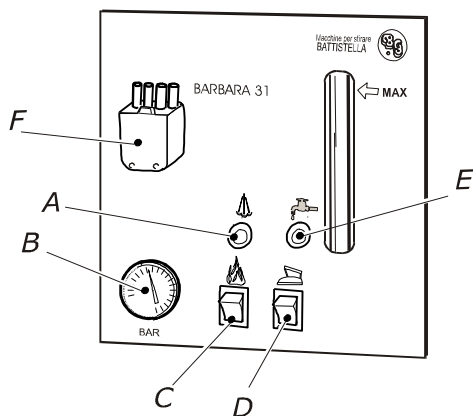
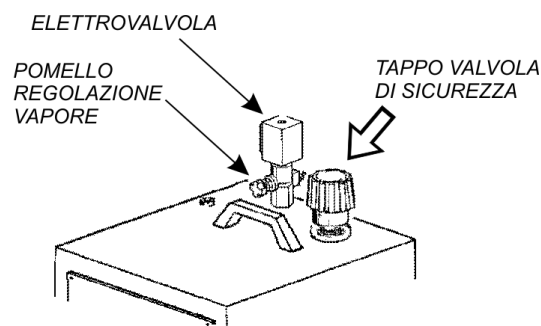
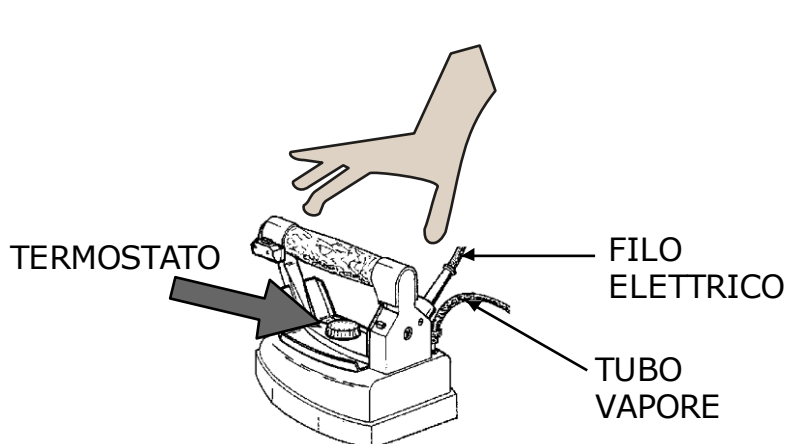
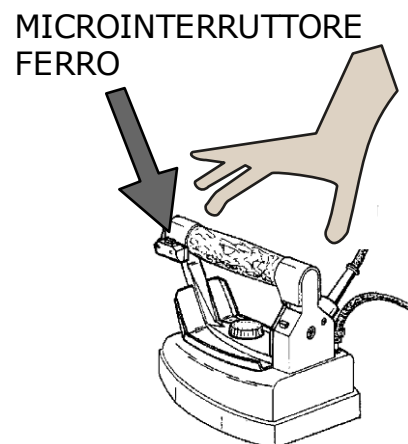

Fig. 2
Fig. 3
Fig. 4
Fig. 5
1. Svitare il tappo valvola dalla BARBARA 31 (fig. 1), riempire con la quantità desiderata d'acqua la caldaia (si raccomanda di non superare l'indicazione MAX nel vetro livello - fig. 2). Riavvitare il tappo prendendolo per la parte in plastica con l'avvertenza di non serrarlo troppo altrimenti si rovina la guarnizione (vedi capitolo 7).
4. Accendere l'interruttore della caldaia (fig. 2 C). Dopo circa 5 minuti accendere l'interruttore del ferro (fig. 2 D) e portare il termostato del ferro (fig. 4) sulla posizione "cotone".
5. Attendere che la spia caldaia si spenga (fig. 2 A). A questo punto sollevare il ferro da stiro per il manico in sughero e premere il microinterruttore del ferro (fig. 5) per 4-5 volte, facendo uscire il vapore. Bisogna inoltre accertarsi che il vapore sia ben saturo (premendo il microinterruttore con il ferro da stiro rivolto verso il pavimento). E' possibile inoltre regolare la quantità di vapore desiderata, tramite il pomello di regolazione vapore situato nell'elettrovalvola (fig. 1). Eseguita l'operazione, il ferro da stiro è pronto per stirare. Durante lo stiro la spia caldaia si accende e si spegne in continuazione, segno di normale funzionamento (fig. 2 A).
9. **Non bisogna mai sostituire il tappo valvola (fig. 3) con tappi di altro genere. N.B. il tappo valvola è tarato a 4,5 bar ed inoltre ha la funzione di valvola di sicurezza.**
1. Passare il ferro da stiro sui capi da stirare, premendo ad intervalli il microinterruttore del ferro per far uscire il vapore (fig. 5).
4. Per la stiratura a secco si può regolare il termostato (fig. 4) sulle varie posizioni, a seconda del tipo di tessuto che si vuole stirare (fare riferimento quindi alle
5. Quando la BARBARA 31 viene utilizzata abbinata ad un tavolo da stiro non aspirante è possibile che sorgano delle macchie d'acqua sul tavolo, in questo caso diminuire il flusso di vapore del ferro tramite il pomello di regolazione vapore (fig. 3). Si consiglia perciò di abbinare l'apparecchio ad un tavolo aspirante e riscaldato.
L'acqua è terminata quando, durante lo stiro, si accende la spia "senza acqua" (fig. 2 E). A questo punto rimuovere la spina dalla presa, ruotare di 360° il tappo valvola (fig. 3) e aspettare che sia fuoriuscito tutto il vapore. Con molta cautela svitare e togliere il tappo e attendere 5/10 minuti. Rifornire quindi d'acqua la caldaia (fig. 6) avendo l'avvertenza di non superare il segno MAX (vedi capitolo 4 punto 1). Si consiglia di riempire d'acqua la caldaia servendosi di un imbuto. Riavvitare il tappo valvola (fig. 1), reinserire la spina nella presa di corrente e attendere finché non si spegne la spia caldaia (fig. 2 A).
3. il tubo vapore e il filo del ferro da stiro ogni qualvolta risultino danneggiati (fig. 4);
6. quando il ferro perde acqua o si surriscalda (fig. 4);
7. quando si lava o si pulisce il ferro da stiro con l'acqua (fig. 4);